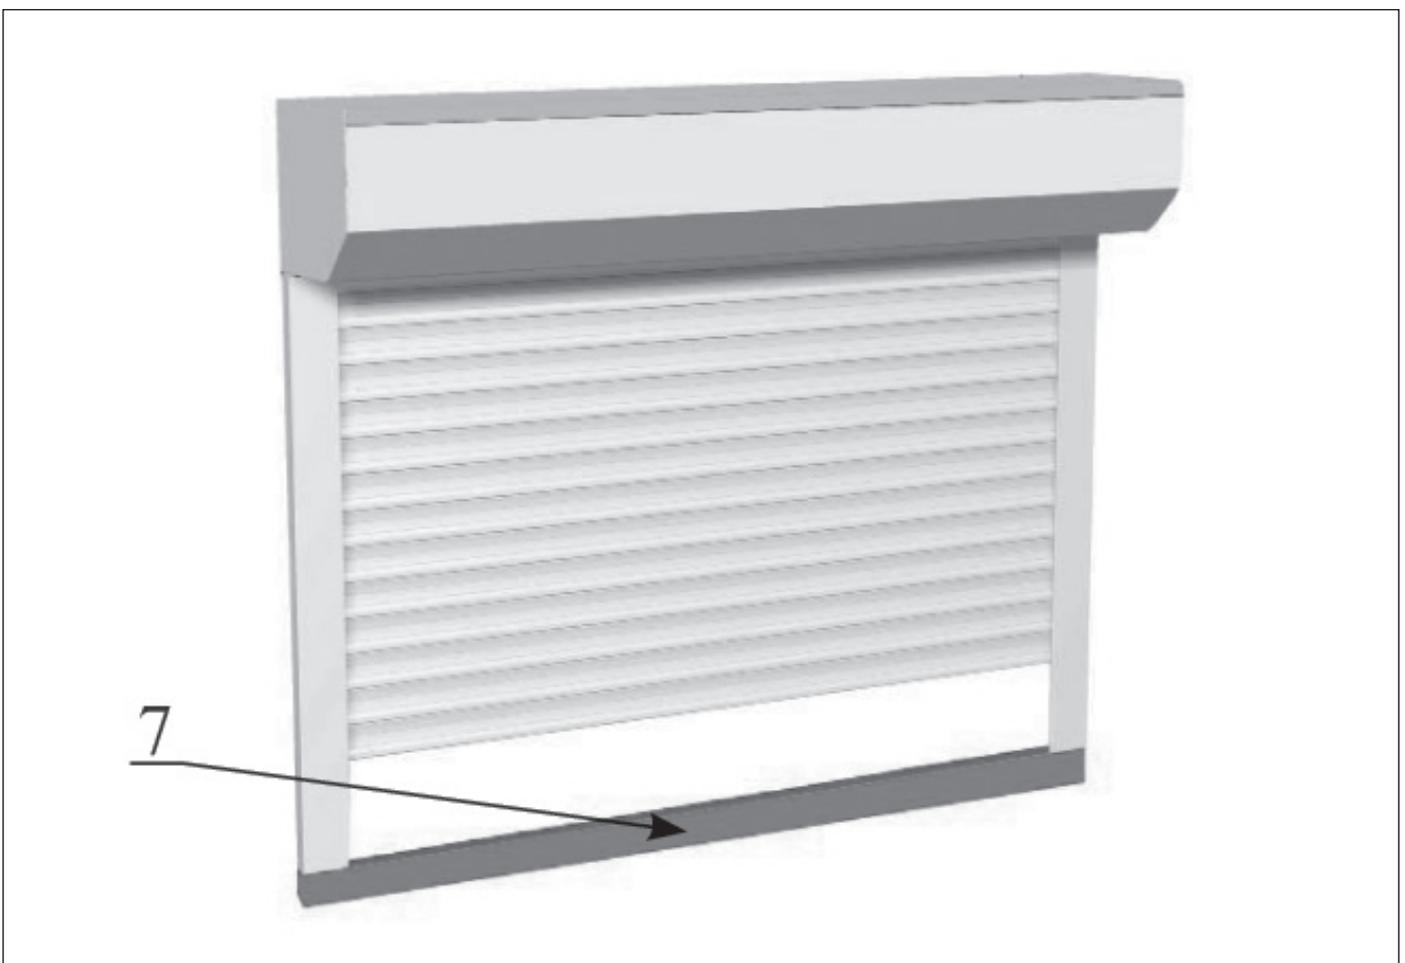

Рис. 7
Для наибольшей эффективности запирающих свойств зубчатого замка необходимо использовать профиль-обвязку (7) (рис. 7).